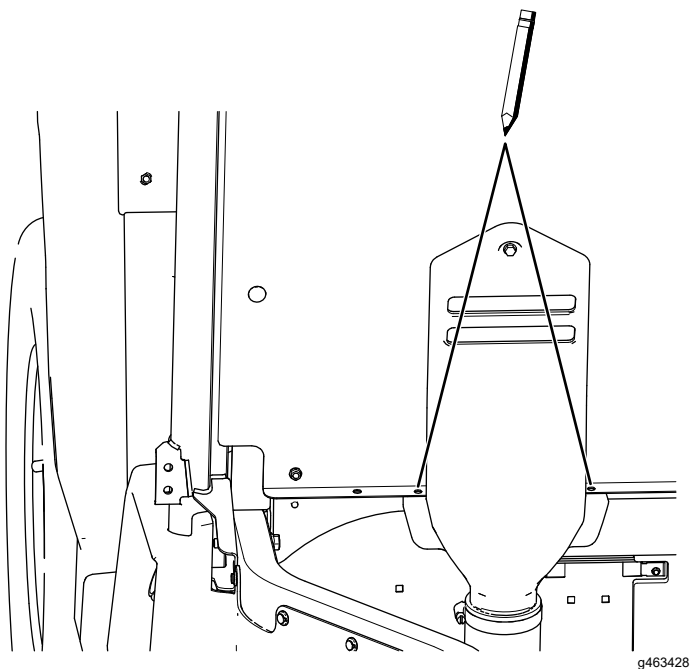

Bild 25
- C. Verwenden Sie die CVT-Ansaughaube als Schablone und markieren Sie die Positionen der beiden Löcher (Bild 25).